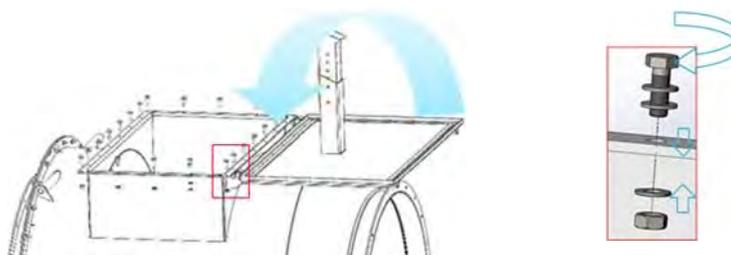

Figure 13 : fermeture de la trappe d'inspection
Étape 3 : refermez la trappe d'inspection comme illustré à la figure 13. Si nécessaire, remplacez la bande d'étanchéité pour en assurer l'étanchéité (15x5 EPDM Celrubber).